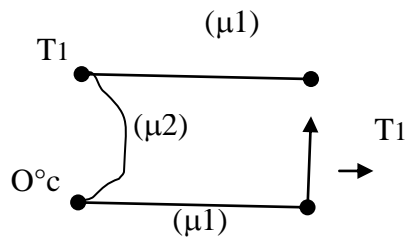

Figure 3 : Effet thermoélectrique
- **Effet thermoélectrique** : Un circuit formé de deux conducteurs de nature chimique différente, dont les jonctions sont à des températures  $T_1$  et  $T_2$ , est le siège d'une force électromotrice ( $T_1, T_2$ ) (figure 3).